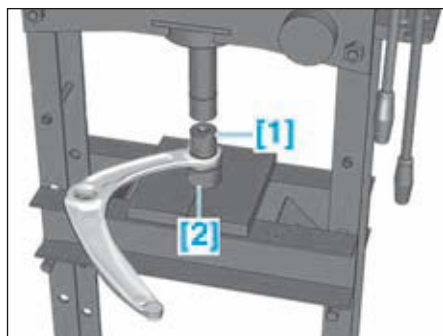

FIG.25
- Mettre en place les outils [1] et [2] sur l'articulation élastique et l'extraire à l'aide d'une presse (Fig.25).